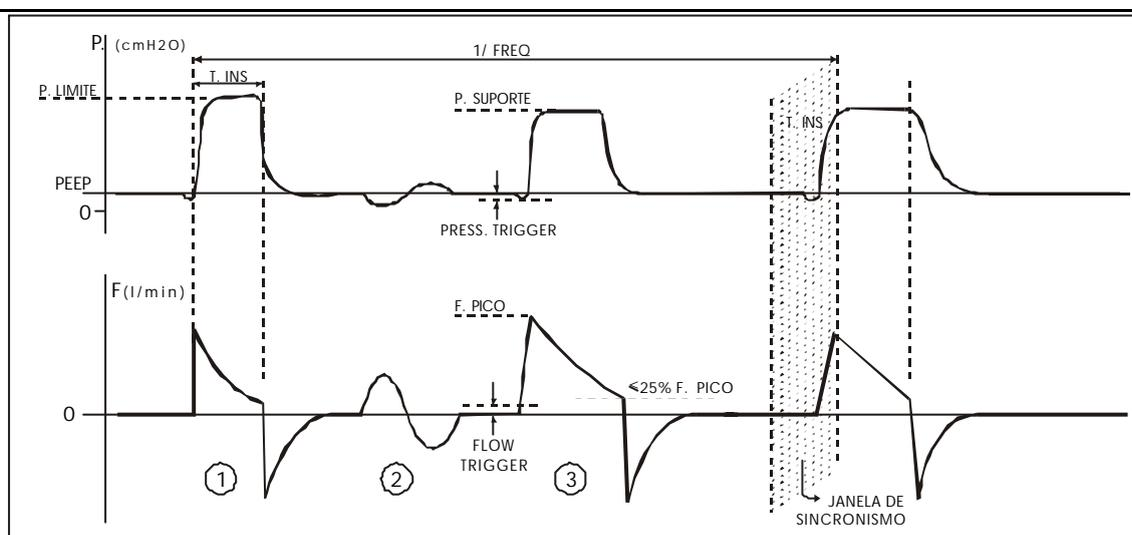

Figura 10.4: Modalidade SIMV/P®: exemplos de curvas: pressão x tempo e fluxo x tempo.
A Figura 10.4 apresenta curvas de pressão e de fluxo em função do tempo, para ajudar no entendimento da modalidade SIMV/P®. Os ciclos mandatórios (1) operam de forma similar à modalidade PCV. Os ciclos espontâneos podem ter o recurso de suporte pressórico desativado (2) ou ativado (3). O início de cada respiração pode ser comandado pelo Ventilador ou pelo paciente, sendo que neste último caso o paciente somente pode disparar o ciclo durante o tempo de “janela de sincronismo”.